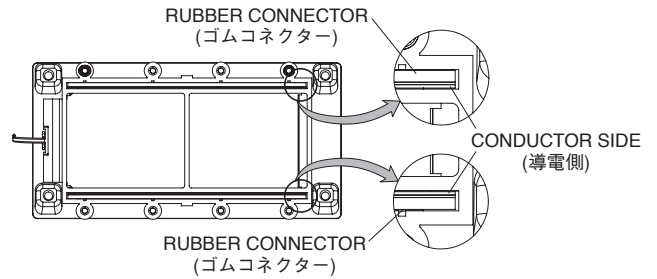

Fig.4 (図4)
- \* **When attaching the rubber connector to the LCD frame, set the conductor side to face inward. (Fig.4)**
- ※ LCD フレームにゴムコネクタを取り付けるときは、導電部を内側にしてください。(図4)